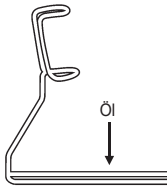

Abb. 5
- Bringen Sie das Instrumentenöl punktuell auf die zu öhlende Fläche auf (Abb. 5).